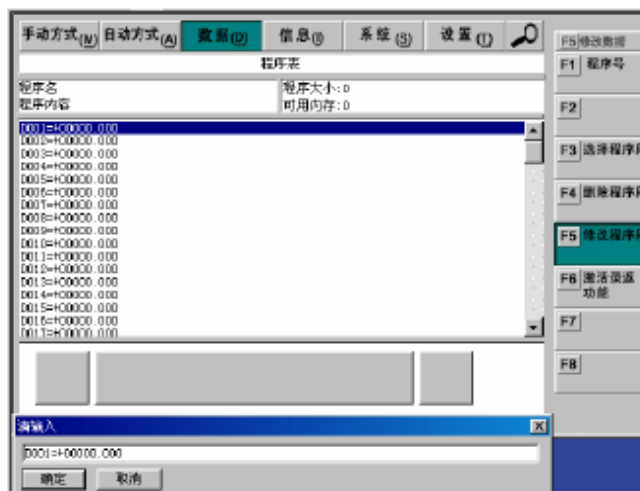

图 3.2-5
- 2) 点击“数据”子任务栏中的“修改数据”。如图 3.2-5。